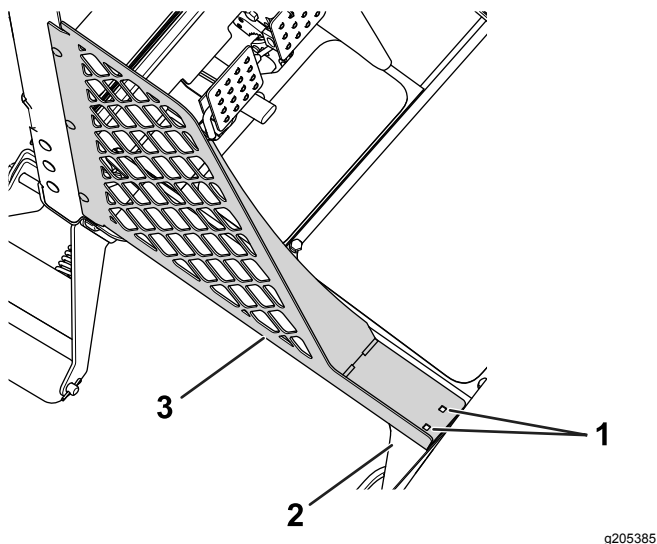

Figura 1
- Contrassegnate le aree in cui i gruppi pannello inferiore incontrano la pedana (Figura 1).